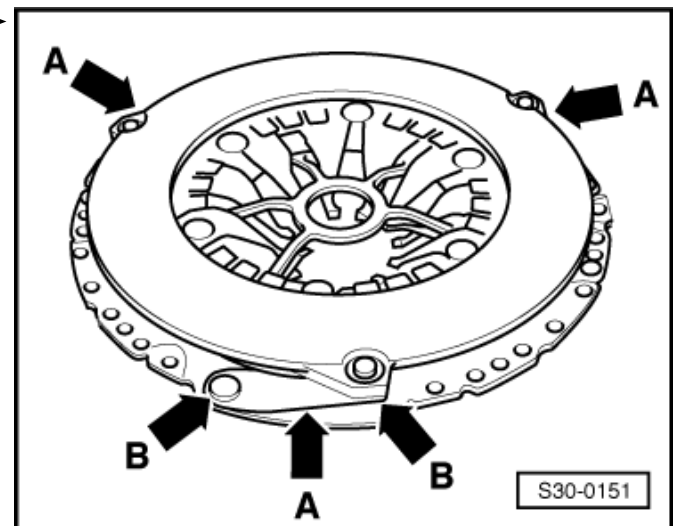

Abb. 8: Einstellmechanismus-Position ausschließlich bei neuen Druckplatten prüfen ►
- ☐ Einstellmechanismus-Position ausschließlich bei neuen Druckplatten prüfen ⇒ Abb. 8 in **30-3** Seite 8